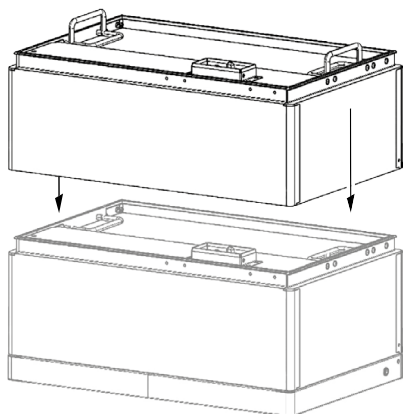
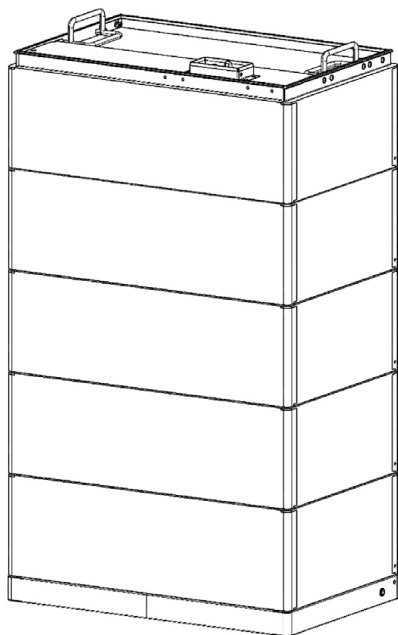

Fig. 3.6 - Aggiunta modulo
Fig. 3.7 - Sistema con cinque moduli
- Richiudere le maniglie del modulo sottostante e impilare uno alla volta i restanti moduli batteria (Fig. 3.6) fino a completare la pila (Fig. 3.7).